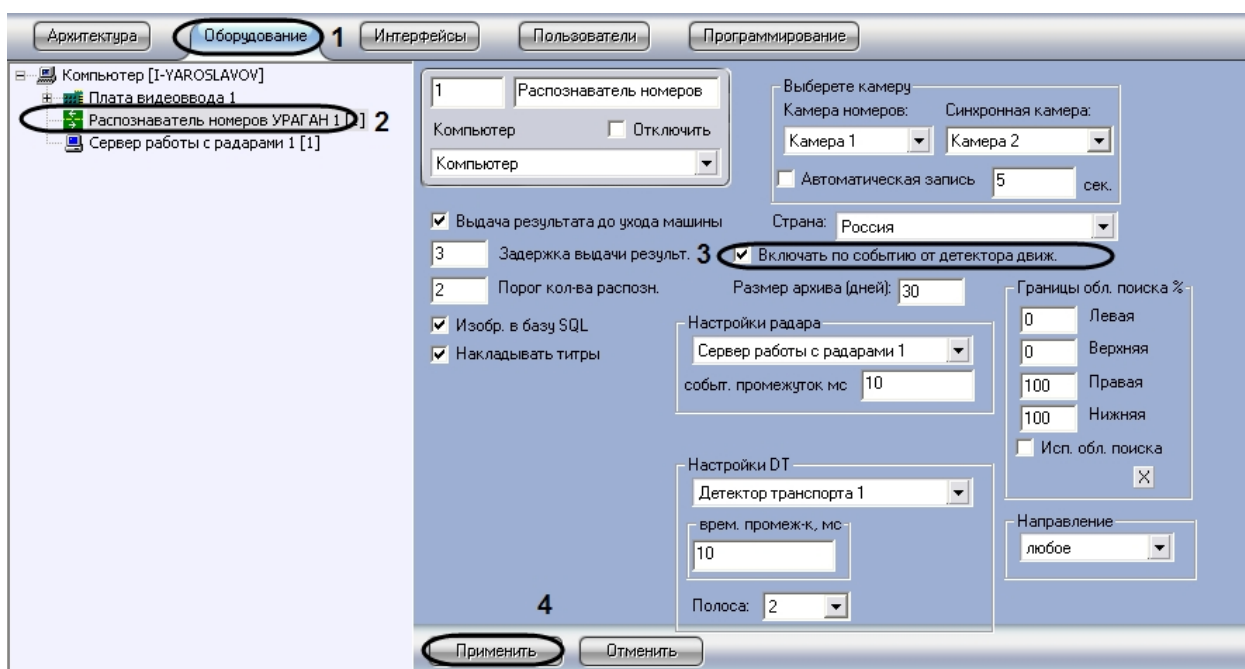

Рис. 32. Настройка совместной работы программного модуля «Ураган» и детектора движения программного комплекса «Интеллект»
2. В дереве объектов на вкладке «Оборудование» выбрать объект «Распознаватель номеров УРАГАН», соответствующий настраиваемому программному модулю «Ураган». В правой части вкладки «Оборудование» отобразится панель настройки выбранного объекта (см. Рис. 32).